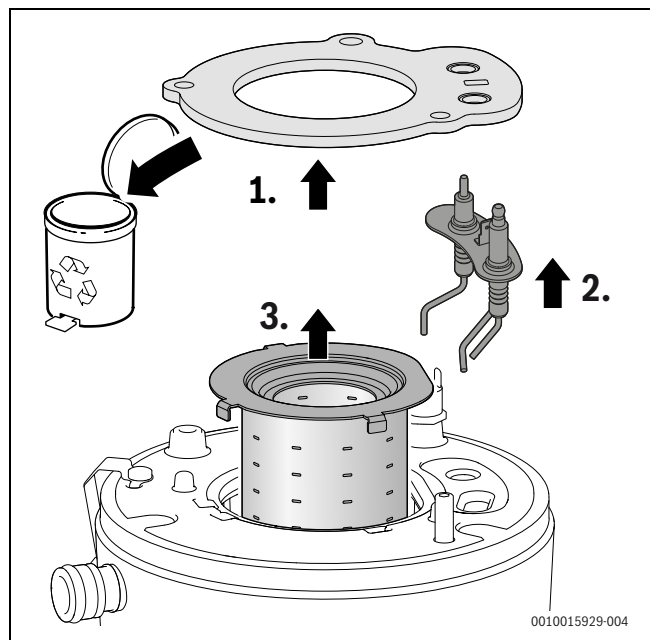

Bild 63 Brenner herausnehmen
- Dichtung abnehmen und entsorgen (→ Bild 63, [1]).
- Elektroden-Set abnehmen (→ Bild 63, [2]).
- Brenner herausnehmen (→ Bild 63, [3]).